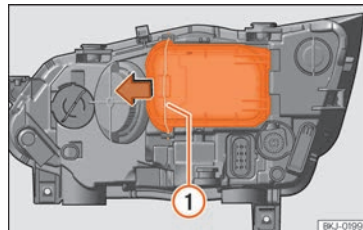

Abb. 54 Im Motorraum: Abdeckung entfernen.
- Die Strebe »» **Abb. 54** **1** in Pfeilrichtung verschieben und den Deckel abnehmen.